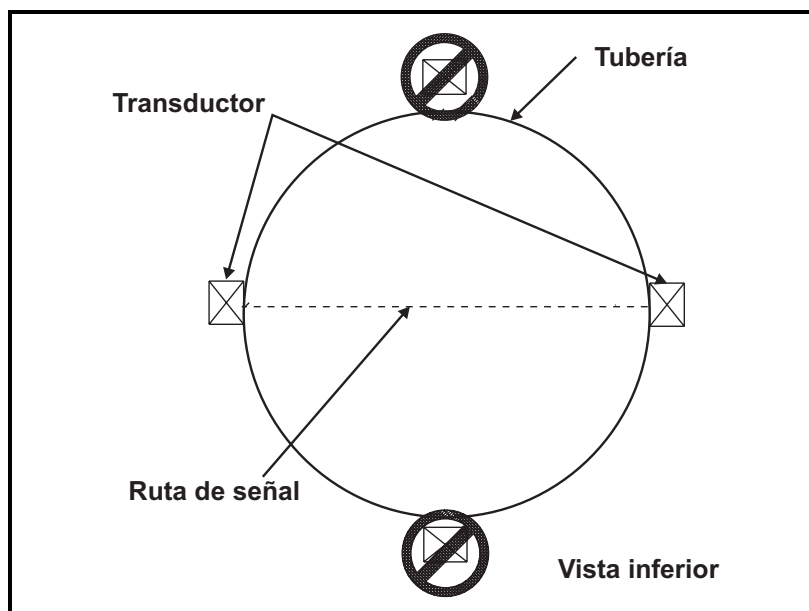

Figura 2: Colocación del transductor
2. Coloque los transductores tan cerca como sea posible del plano horizontal de la tubería (vea la *Figura 2* abajo). Ubique los transductores en lados opuestos de la tubería unos 180° aparte, idóneamente en las posiciones de las 3 y las 9 en punto del reloj.